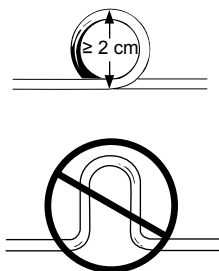

Figura 4. Raccolta dell'elettrocattetero in eccesso.
- Arrotolare il corpo dell'elettrocattetero in eccesso formando un anello circolare con diametro superiore a 2 cm (0,8"). Non piegare né arrotolare a U la parte eccedente dell'elettrocattetero (Figura 4). Un anello circolare diminuisce la possibilità di interferenze elettromagnetiche e le relative conseguenze impedendo strozzature o danni al corpo dell'elettrocattetero.